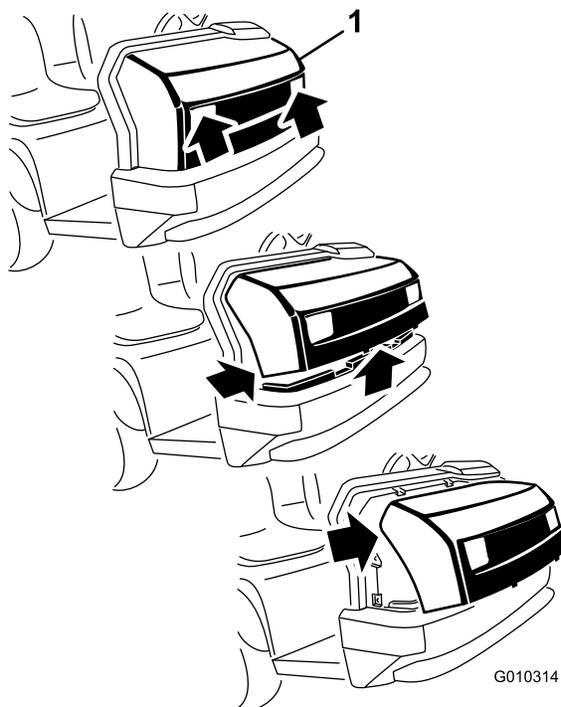

Figura 47
1. Afferrate il cofano dalle aperture dei fari, sollevatelo per sganciare le linguette di montaggio inferiori dalle fessure del telaio (Figura 47).
2. Ruotate verso l'alto la parte inferiore del cofano in modo da estrarre le linguette di montaggio superiori dalle fessure del telaio Figura 47).
3. Ruotate in avanti la parte superiore del cofano e staccate i connettori a filo dai fari (Figura 47).
2. Inserite le linguette di montaggio superiori nelle fessure del telaio (Figura 47).
3. Inserite le linguette di montaggio inferiori nelle fessure del telaio (Figura 47).